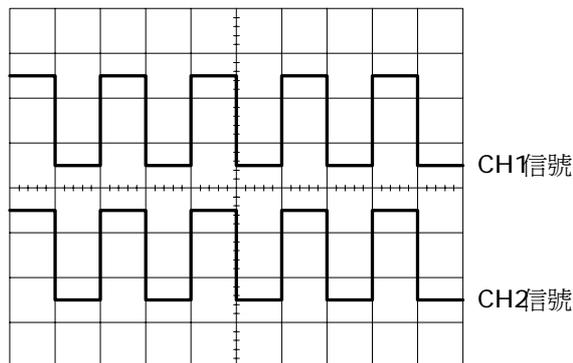

图 4-4
- ① 将 VERT MODE⑭置于 DUAL 位置。此时，显示屏上应有两条扫描线，CH1 的轨迹为校准信号的方波；CH2 则因尚未连接信号，轨迹呈一条直线。
- ② 将探棒连接至 CH2 输入端⑳，并将探棒接上 2Vp-p 校准信号端子①。
- ③ 按下 AC-GND-DC 置于 AC 位置，调  $\blacktriangleleft$  POSITION 钮⑪⑲，以使两条轨迹如图 4-4 般显示。